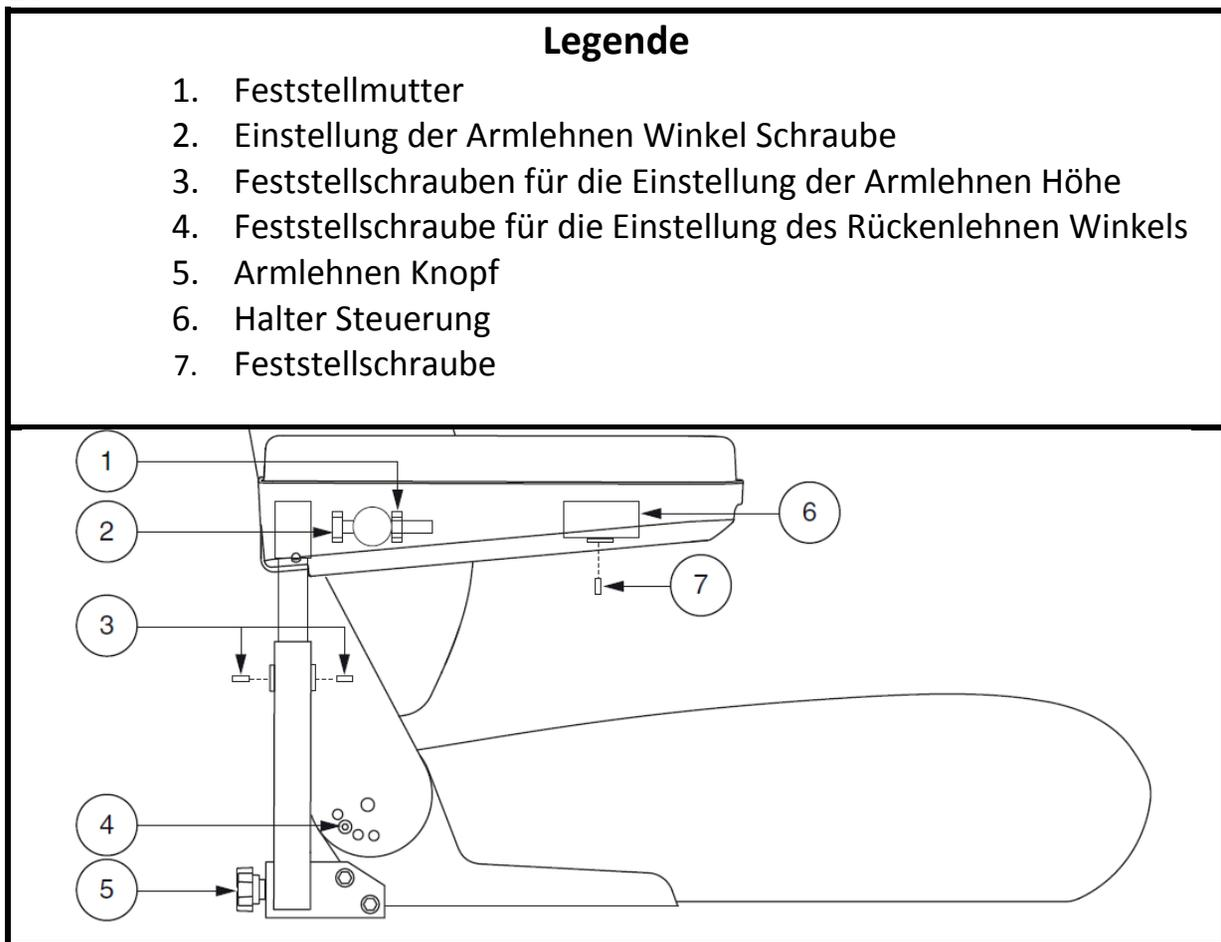

Bild 12. Einstellung der Rücken/Armlehnen
1. Entfernen Sie die Einstellschrauben von allen Sitzangeln. **Siehe Bild 12**
1. Finden Sie die beiden Knöpfe an den Seiten der Halterung des Armlehnengriffstücks. **Siehe Bild 12.**
1. Heben Sie die Armlehne so, dass Sie senkrecht aufsteht. **Siehe Bild 12.**
1. Locker Sie die beiden Feststellschrauben, die sich auf dem Griffstück der Armlehnen befinden. **Siehe Bild 12.**
2. Lockern Sie die Feststellschraube an der Steuerungshalterung. **Siehe Bild 12.**